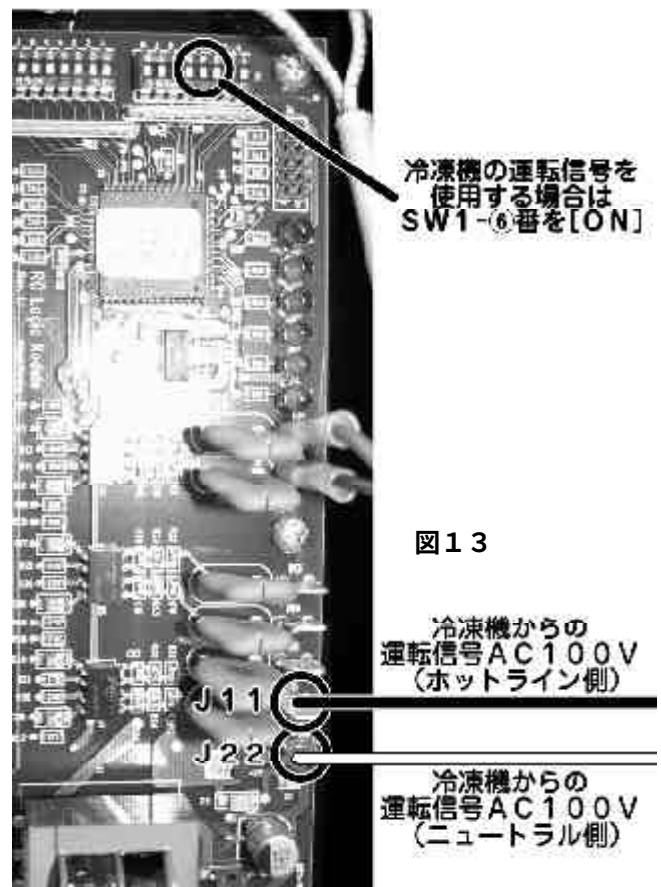

図 1 3
- ① 本機の電装ボックスのパネルを外します。
- ② サークットボード上部のディップスイッチ SW1 の No. 6 を [ON] にします。
- ③ 冷凍機の運転信号用の制御信号線 (100 V) の **ホットライン側** をサーキットボード右下の [J 1 1] 端子に接続します。
- ④ 冷凍機の運転信号用の制御信号線 (100 V) の **ニュートラルライン側** をサーキットボード右下の [J 2 2] 端子に接続します。(図 1 3)